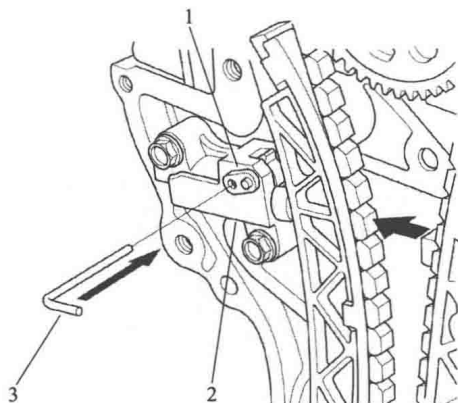

图 1-1-22
(12) 松松地安装曲轴皮带轮。
(13) 逆时针旋转曲轴, 以压缩自动张紧器。
(14) 如图 1-1-22 所示, 将锁 1 上的孔与自动紧张器 2 的孔对准, 然后将一个 1.0mm 直径的销 3 插入孔中。顺时针转动曲轴以固定销。